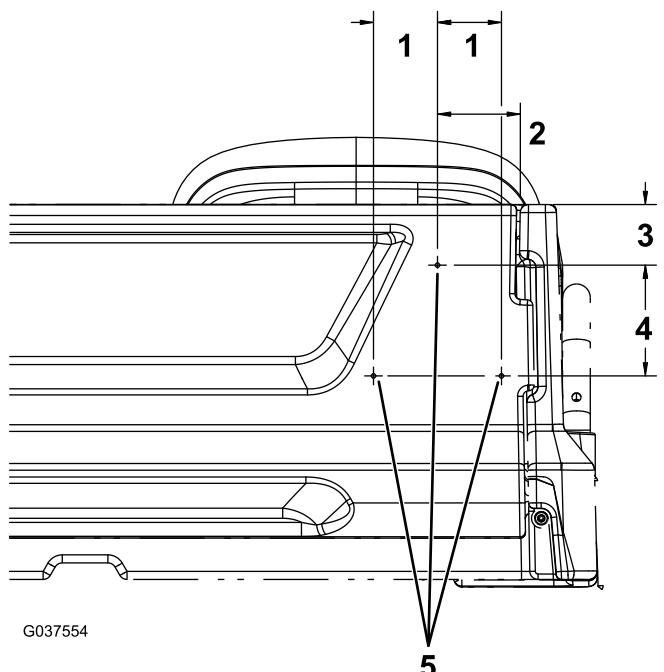

图 13
1. 在尾门的右侧从尾门的右边缘测量出 95mm 从尾门顶部向下测量出 70mm 并标记此位置 图 13。
2. 从步骤 1 中标记的孔向下测量出 128mm 然后从此位置向右和向左测量出 74mm 并标记这 2 个位置 图 13。
3. 分别在 3 个标记的位置钻一个 5mm 的孔 图 13。